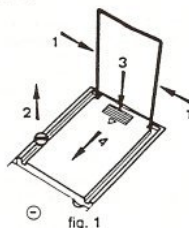

fig. 1
• Pour ouvrir le compartiment, après avoir soulevé la béquille à l'arrière du multimètre (voir figure 1):